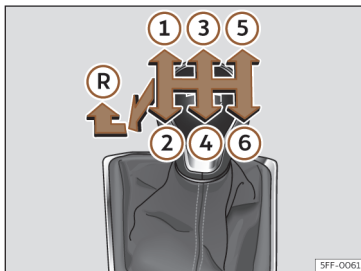

Fig. 114 Esquema de un cambio manual de 6 marchas.
En la palanca de cambios se indican las posiciones de las marchas >>> fig. 114.
- Con la palanca de cambios en punto muerto, presiónela hacia abajo, muévala a la izquierda hasta el final y después hacia delante para seleccionar la marcha atrás >>> fig. 114 (R).